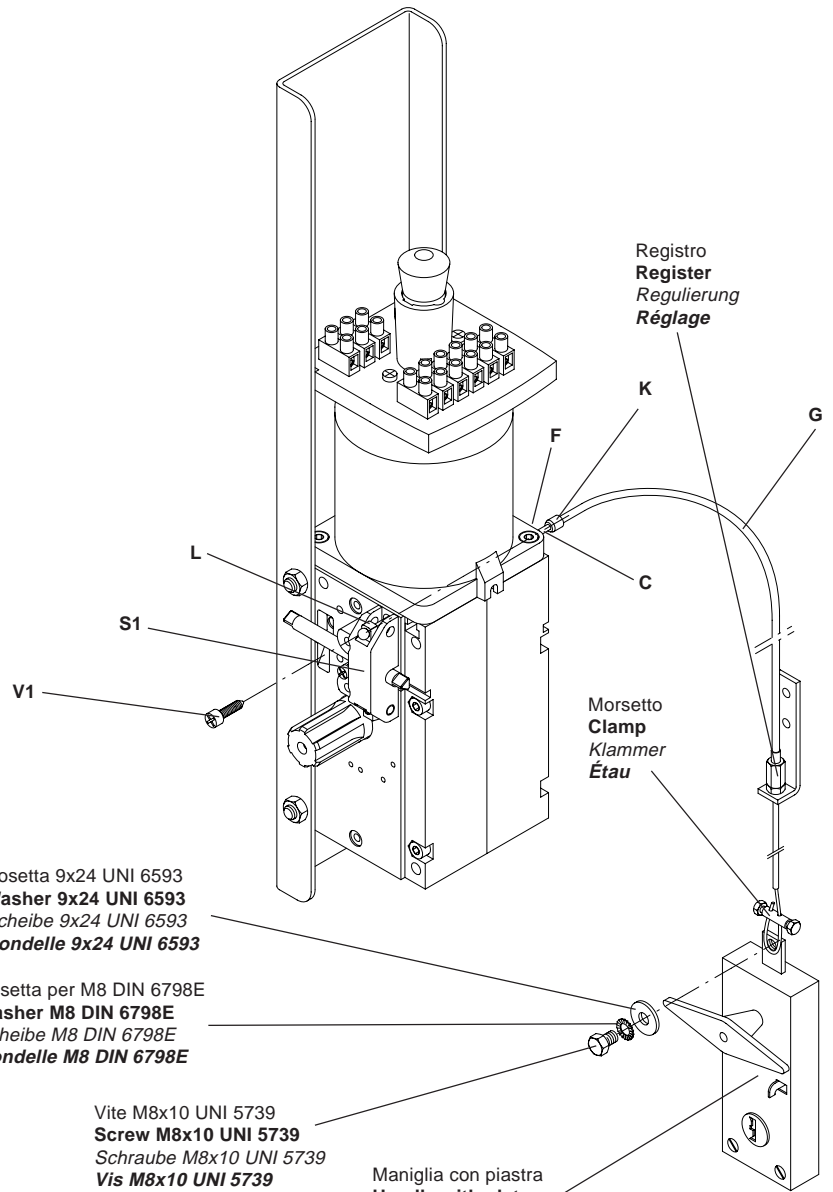

Fig.16
- Fissare il cavo di acciaio C nella maniglia secondo fig. 16.
- Stahlkabel C in den Handgriff auf dem Bild 16.
- **Fixer le câble d'acier C dans la poignée selon la fig. 16.**